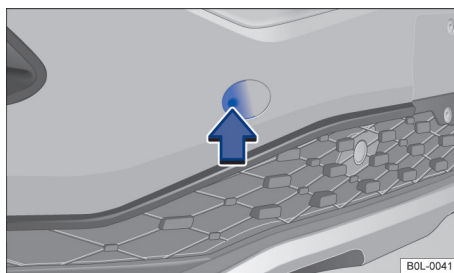

图 123 前保险杠上右侧：取下盖板
- 沿箭头方向按压盖板的右侧区域 → 图 123，松开盖板的卡止件。